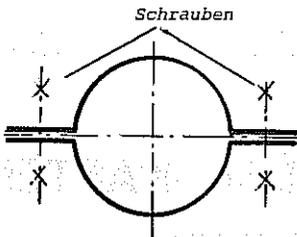

Abbildung 5
- Bohren von Löchern für Verbindungsschrauben (Abbildung 5)